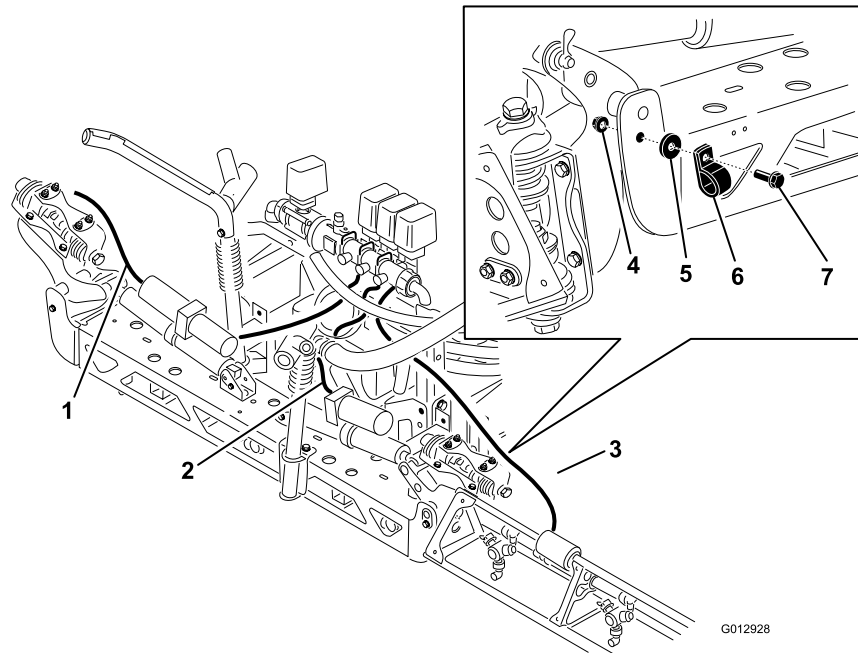

図 31
1. ブームホースを図 31のように配置する。
2. Rクランプを使って、センターブーム・アセンブリの前側に、左右のブームホースを取り付ける。ショルダボルトとナットを使って、ホースとRクランプを図 31のように固定する。